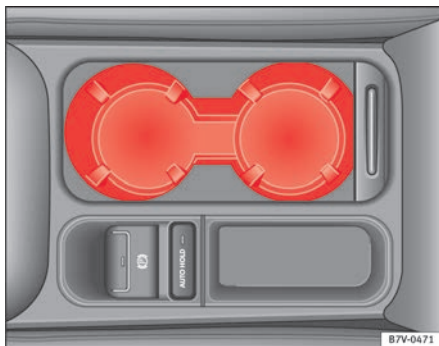

Fig. 115 Consola central à frente: suporte de bebidas.
- Para *abrir*, deslocar a cobertura para trás ⇒ Fig. 115.